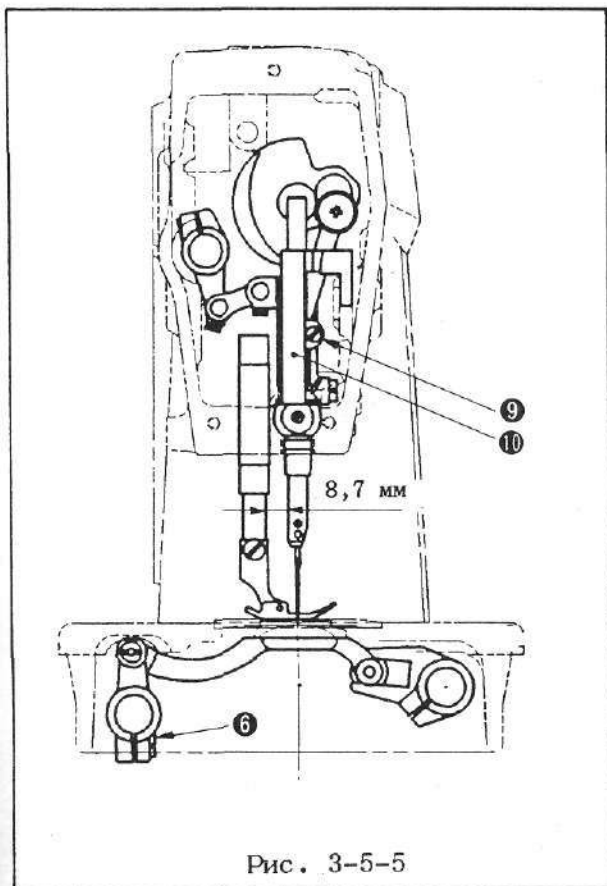

Рис. 3-5-5
Снять накладную плиту и соединительный винт игловодителя (9). В этом состоянии, проверить игловодитель, плавно или двигается вверх и вниз рукой, когда он находится в верхней или нижней мертвой точке, а также рама игловодителя (10) двигается легко рукой по боковому ходу иглы, когда зажимной винт на кривошипе вала игольной подачи (переднем) ослаблен (рис. 3-5-5).